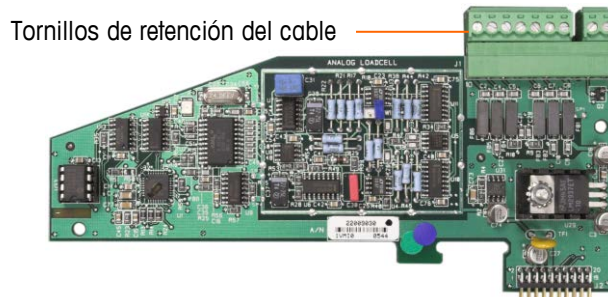
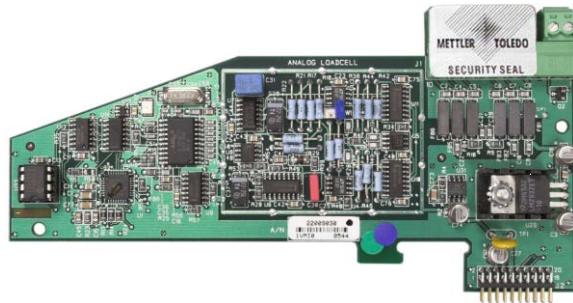

Figura 2-92: Conexión de la tarjeta opcional sin protección
Figura 2-93: Sello de seguridad instalado
2. Instale la tapa de seguridad para impedir el acceso a S-1, el interruptor de seguridad de metrología indicado en la Figura 2-92, y los interruptores del PCB principal.
3. Para proteger el o los cables de interconexión de las celdas de carga (fijos en las tarjetas opcionales), debe colocarse un sello de seguridad sobre las conexiones para asegurar que éstos no sean retirados o desconectados. El sello también impide el acceso a los tornillos retenedores del cable indicados en la Figura 2-92. La Figura 2-93 muestra un sello instalado.